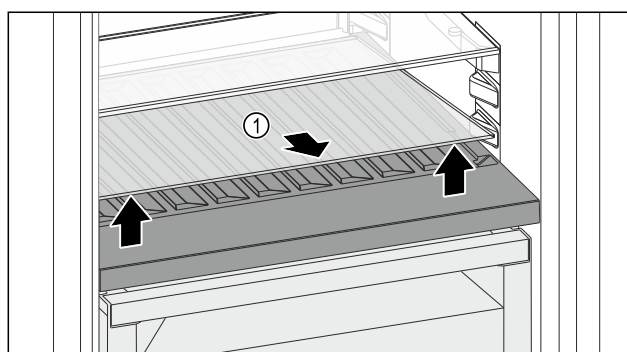

Fig. 226
- Skleněnou desku Fig. 226 (1) zvedněte za vybrání vpředu a vyjměte ji.
- Skleněnou desku Fig. 226 (1) uložte bezpečně mimo spotřebič.
- Skleněnou desku (2) vložte pod variabilní přihrádku na láhve.